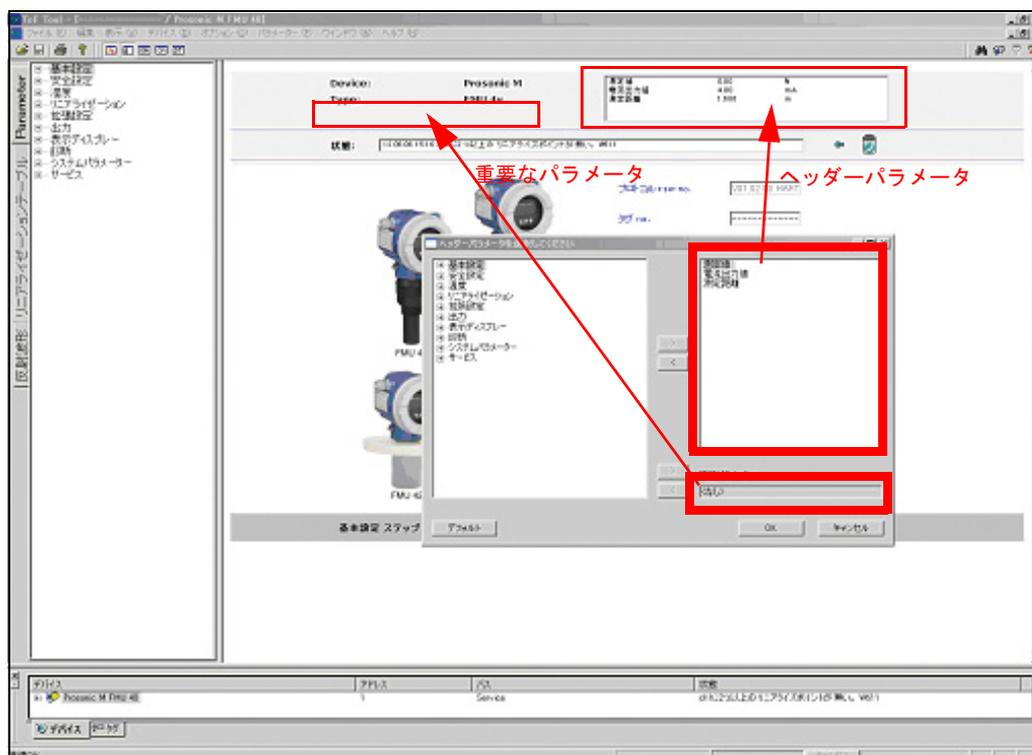

図 37: 見出しのデバイスパラメータ表示
3. ピックリストにリストされているパラメータは、パラメータ編集ビューの"ヘッダー領域"に常時表示されます (図 37 を参照)。この設定は、FMR、FMU、FMP などのデバイスタイプごとに ToF Tool に保存されます。プログラムを起動するたびに、この情報は、デバイスリストから選択されたデバイスの構成に利用できるようになります。